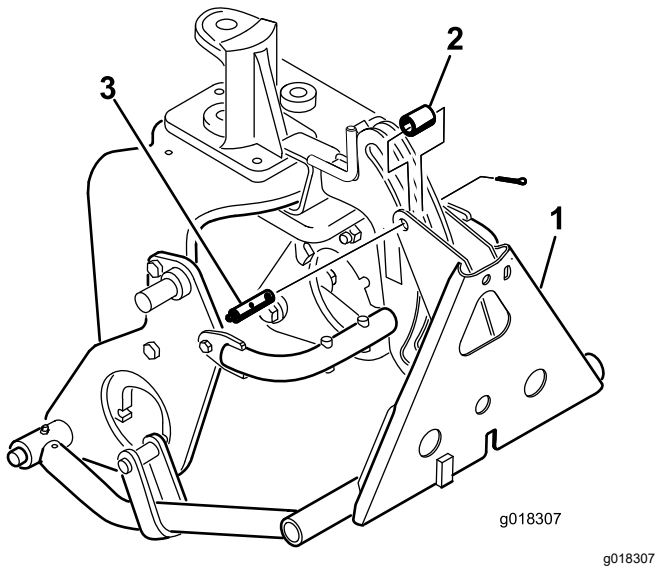

Bild 15
8. Befestigen Sie den Rahmenadapter mit einem Rohr, einem Lastösenbolzen und einem Splint am Kupplungsrahmen (**Bild 15**).